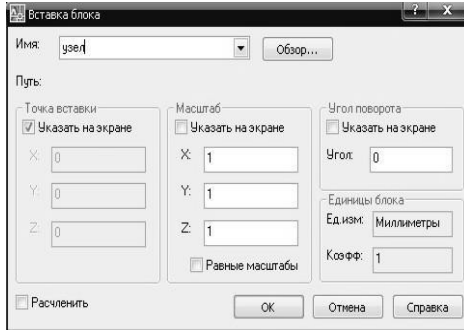

Рис. 22. Диалоговое окно **Вставка блока**
1. Выбрать команду **Вставить блок**. При этом открывается диалоговое окно **Вставка блока** (рис. 22).